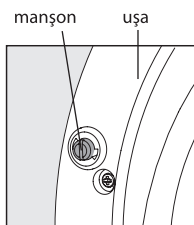

Figura 13
5.7.1 Blocarea ușii este prevăzută în unele modele de mașini, pentru a evita pornirea accidentală mașinii, spre exemplu de către copii. Pentru a bloca ușa de la închidere, rotiți manșonul așa cum se arată în Figura 13, cu o șurubelniță în sensul ceasornic până când se oprește - fișa iese înainte și nu va permite ca ușa să se închidă. Pentru a debloca ușa înainte de spălare trebuie să acționați în ordine inversă.